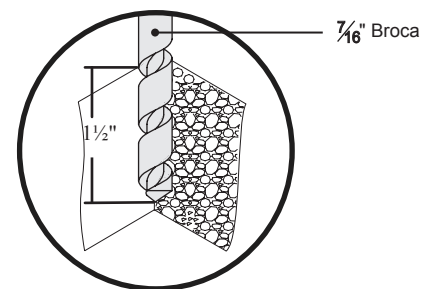

Figura 21. La perforación del agujero de montaje
- 1 En cada ubicación marcada, haga un 7/16" agujero de 1 1/2" de profundidad (Figura 21). Repita este paso para el resto de localidades.